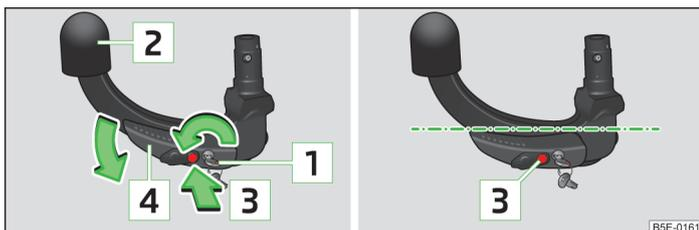

Abb. 100 Bereitschaftsstellung einstellen / Bereitschaftsstellung
- Den Schlüssel drehen, sodass seine rote Markierung **1** » Abb. 100 sichtbar ist.